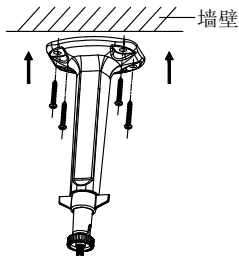

图2-25 安装支架
1. **安装支架：**沿图中方向将支架固定到天花板上，如图 2-25 所示。